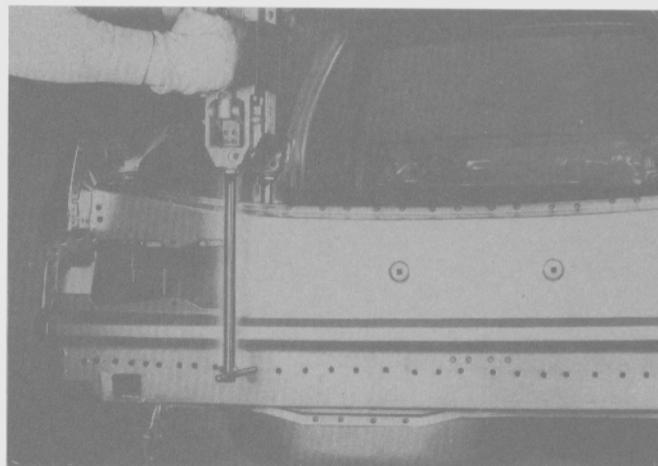

Fig. 278
- Soldar por puntos el panel trasero a los guardabarras, goteros, panel del piso y largueros (Fig. 278 y 279).